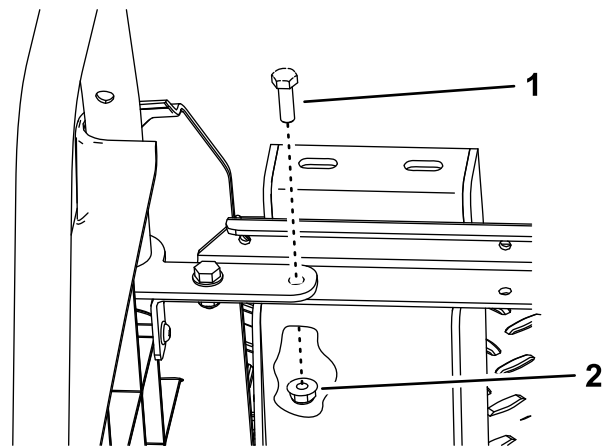

Figura 8
- 5. Fissate la parte superiore della staffa utilizzando un bullone del kit (5/16" x 1") e un dado (5/16") che avete conservato al passaggio 3 della procedura precedente (Figura 8).
1. Disponete il cablaggio preassemblato dietro la cabina e sotto il sedile e fissate il fermo sul cablaggio preassemblato al pannello laterale (Figura 8).